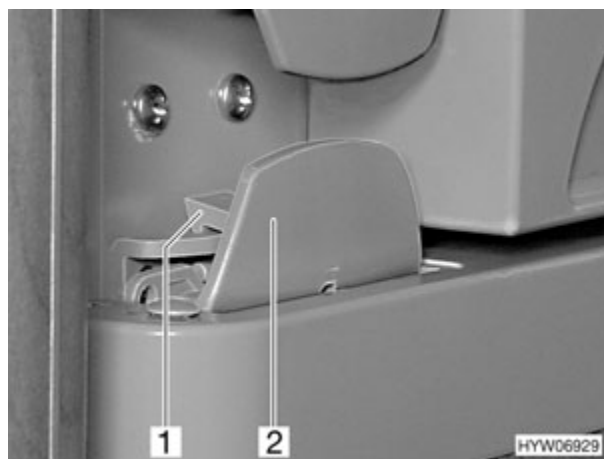

Fig. 124 Dispositif de verrouillage de la porte du réfrigérateur (variante 3)
- Ouvrir la porte du réfrigérateur sur la poignée (Fig. 124,2). Le verrouillage (Fig. 124,1) sera débloqué automatiquement.